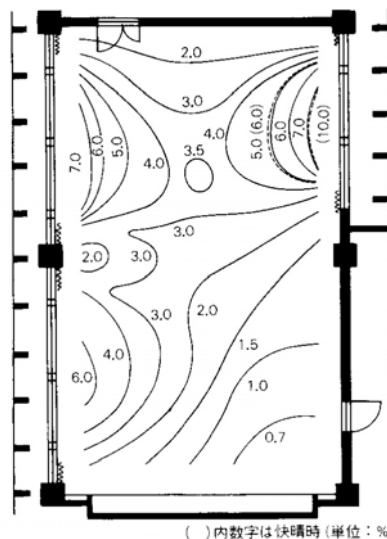

図1 昼光率分布の例（出典：参考文献 [3], p.74）
- ・レポート作成にあたっては、実験用教材 p.75 の 6.3 および 6.4 を参照。昼光率基準には、教科書 p.103 の表 1-2、もしくは実験用教材 p.71 の表 3.1.3 などを用いる。下の図1のような昼光率の分布図も描く。